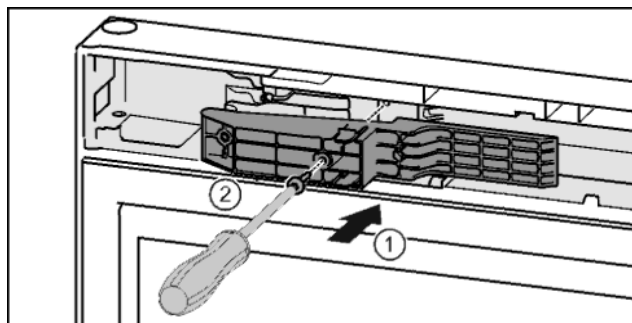

Fig. 45\*
- Вставить деталь адаптера в отверстие на стороне ручки. Fig. 45 (1)\*
- Затянуть винты отверткой T15. Fig. 45 (2)\*